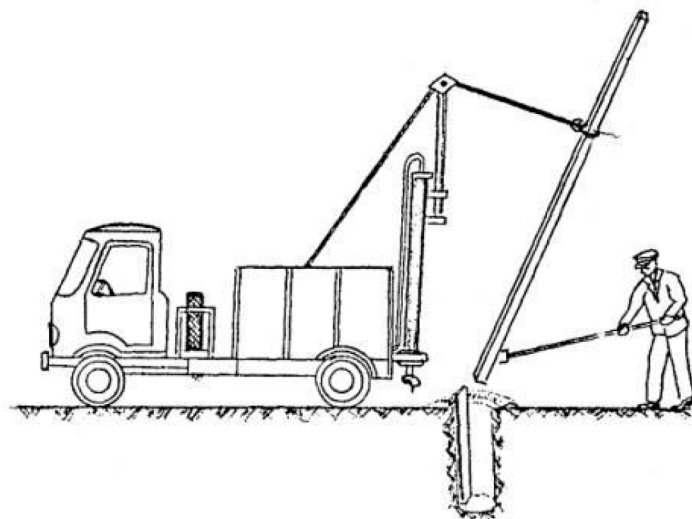

Рис. 7. Установка опоры с помощью подъемного механизма бурильно-крановой машины (опора направляется в готовую яму рогачом)
- поднимают опору при помощи автокрана или бурильно-крановой машины и с помощью багров (рис. 7, 8) направляют ее нижний конец в яму и по риску (метке) на опоре определяют необходимость подсыпки грунта в яму (под опору);